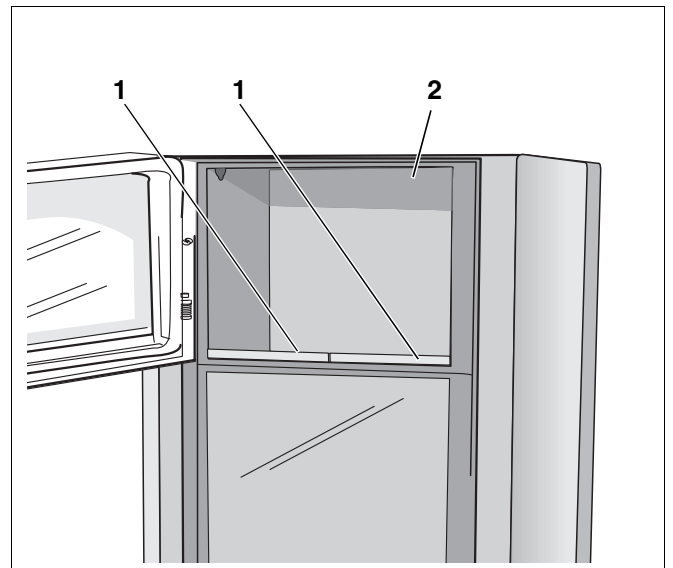

Abb. 25 Naturstein-Serpentino-Warmhaltefachsteine/Warmhaltefach (blueline 5)
- Die beiden Naturstein-Serpentino-Warmhaltefachsteine (Abb. 25, **Pos. 1**) mit der glatten Seite nach oben in das Warmhaltefach (Abb. 25, **Pos. 2**) einlegen.